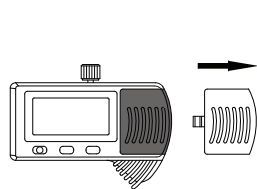

fig.1
- Retirez le couvercle du compartiment à pile (fig. 1).